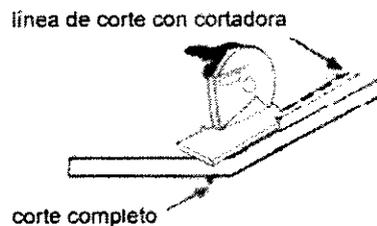

Fig. 14
- Verifique que el trazo sea correcto y proceda a cortar el panel con una sierra circular de punta de diamante. Si va a hacer un corte de espesor completo asegure que la longitud del corte de la hoja sea mayor al espesor del panel. Cuando se corte por una sola cara (requerido instalaciones especiales) verifique que la hoja de la sierra penetre en el poliuretano hasta la profundidad deseada. Instale en sus herramientas las sierras especificadas para el corte de fibrocemento con la siguiente especificación: Aplicación: *Concreto /Albañilería*. Diámetro del árbol: *5/8", 7/8"*. Velocidad de operación: *8730 rpm*. Tipo de traba: *Suave*. Diámetro de la hoja: *7"*. Altura del diente: *0.275"*. Ancho de la hoja de corte: *0.095"*. Condiciones de corte: *Mojado/Seco*. Espesor del diamante: *0.200"*. Tipo de soldadura: *Laser* (Fig. 14)